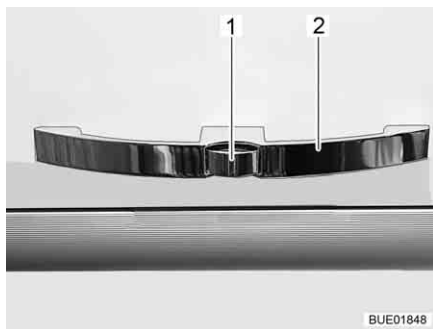
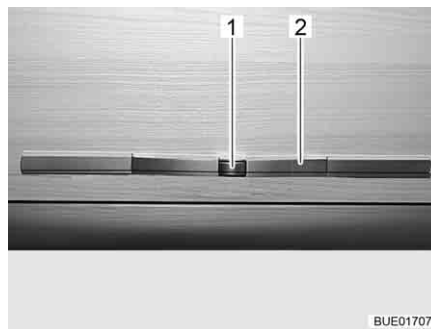

Bild 57 Skåplucka med handtag (exempel)
Bild 58 Skåplucka med handtag (alternativ)
- Tryck på låsknappen (Bild 57, 1 eller Bild 58, 1) på handtaget (Bild 57, 2 eller Bild 58, 2) och håll den nedtryckt.